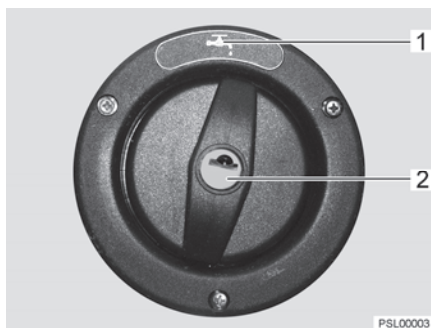

Fig. 106 Coperchio per bocchettone di riempimento dell'acqua potabile
Il bocchettone di riempimento dell'acqua potabile è contrassegnato dal simbolo "🚰" (Fig. 106,1). Il coperchio viene aperto e chiuso con la chiave per le serrature degli sportelli esterni.
- Inserire la chiave nel cilindro della serratura (Fig. 106,2) e ruotare in senso antiorario di un quarto di giro.
- Aprire il bocchettone di riempimento dell'acqua potabile (Fig. 106).